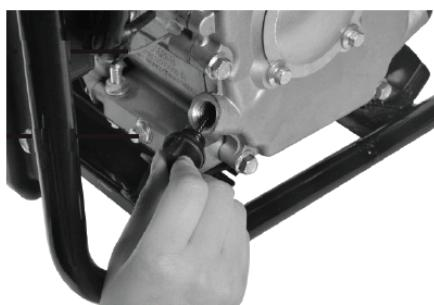

Рис.2. Расположение маслозаливной горловины
- 7.3.1. Для заливки масла отвернуть пробку-щуп маслозаливной горловины, см.рис.2.